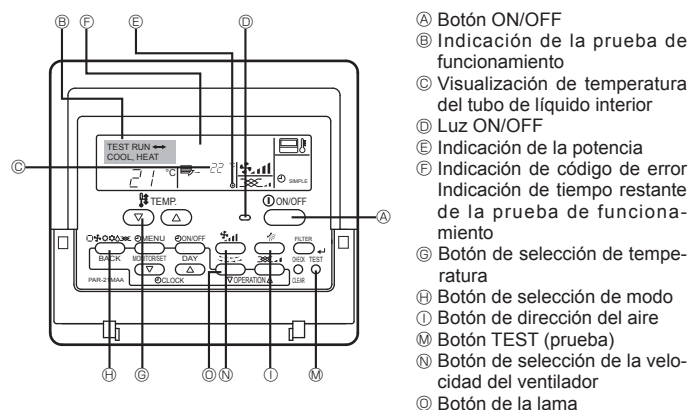

Fig. 7-1
7. Prueba de funcionamiento (Fig. 7-1)
7. Prova di funzionamento (Fig. 7-1)37